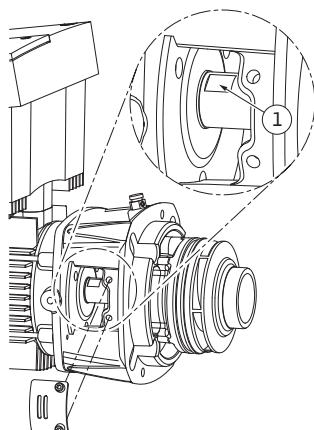
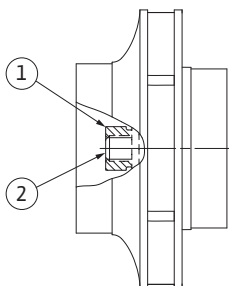

Fig. 54: Vietos veržliarakčiui ant veleno
Fig. 55: Tinkama darbo rato veržlės padėtis po montavimo
15. Į karkaso langelį įkišti veržliaraktį, optimalus angos skersmuo 22 mm, ir veržliarakčio žiotimis prilaikyti veleną (Fig. 54, poz. 1). Išsukti darbo rato veržlę (Fig. 7, poz. 15). Darbaratis (Fig. 7, poz. 16) automatiškai nusiima nuo veleno.
24. Montuojant darbaratį, į karkaso langelį įkišti veržliaraktį, optimalus angos skersmuo 22 mm, ir veržliarakčio žiotimis prilaikyti veleną (Fig. 54, poz. 1).
28. Darbaratį kartu su darbo rato veržle nekeičiant ankstesnį veiksmą (27) atliekant pasiektos padėties ranka vėl iš naujo užsukti ant veleno, kol pasijus trintis.
29. Tvirtai laikyti veleną (žr. veiksmą 24) ir laikantis nustatyto priveržimo momento priveržti (žr. sąrašą „11 lentelė: Varžtų priveržimo momentai“ 52 p.) darbo rato veržlę. Veržlė (Fig. 55, poz. 1) turi būti maždaug vienoje plokštumoje, $\pm 0,5$ mm, su veleno galu (Fig. 55, poz. 2). Jei taip nėra, veržlę atsukti ir pakartoti 25–29 veiksmus.